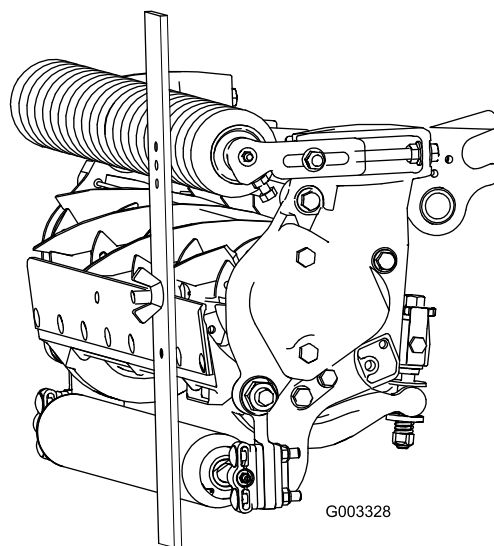

Figura 16
3. Agganciate la testa della vite sul tagliente della controlama e poggiate l'estremità posteriore della barra sul rullo posteriore (Figura 16).
4. Ruotate la vite di regolazione finché il rullo anteriore non toccherà la barra di riferimento (Figura 16). Regolate entrambe le estremità del rullo finché l'intero rullo non sarà parallelo alla controlama.